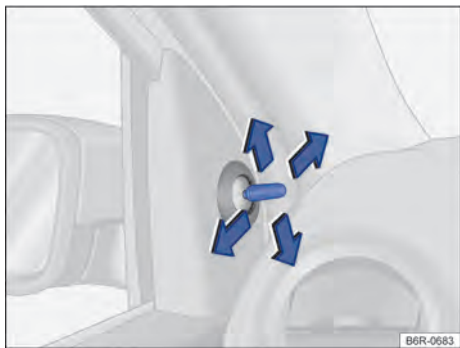

Fig. 82 Nas portas dianteiras: botão de ajuste dos espelhos retrovisores externos mecânicos.
– Movimentar o botão de ajuste no revestimento das portas dianteiras → Fig. 82.